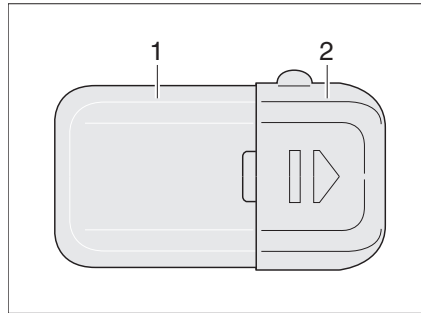

Fig. 179 Lámpara del armario ropero
- Apretar ligeramente la tapa de la lámpara (Fig. 179,1) y quitarla.
- Deslizar la tapa (Fig. 179,2) en sentido de la flecha.
- Deslizar de nuevo la tapa (Fig. 179,2).